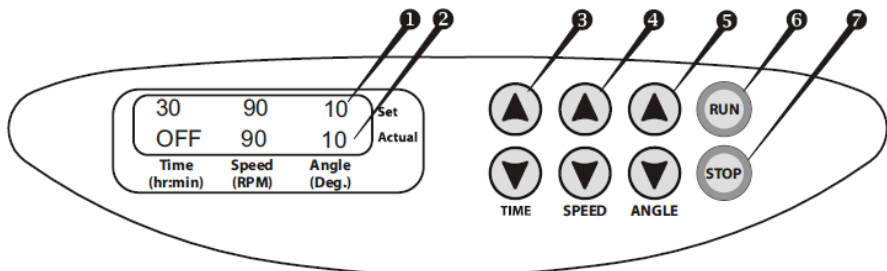

Fig.1. Pannello anteriore
- 4.2. Il display si accenderà e sulla riga in alto compariranno i valori precedentemente impostati relativi a tempo, RPM e angolo di inclinazione (Set, fig.1/1) e, nella riga in basso (Actual fig.1/2), compariranno i valori effettivi degli stessi parametri (0:00 — tempo, indicazione della modalità, STOP/ RUN).
- 4.3. Impostazione del tempo. Utilizzando i tasti ▲ e ▼**TIME** (Fig. 1/3), impostare l'intervallo di tempo operativo desiderato in ore e minuti (incremento di 1 minuto). Per aumentare l'incremento, tenere premuto il tasto per più di 3 secondi.
Nota: Se il tempo di funzionamento non è impostato e l'indicatore del timer segna 0:00, premendo il tasto RUN (Fig. 1/6), l'unità verrà avviata in modalità di funzionamento continuo e l'operazione potrà essere interrotta solo premendo il tasto STOP (Fig. 1/7).
- 4.4. Impostazione della velocità. Utilizzando i tasti ▲ e ▼**SPEED** (Fig. 1/4), impostare l'intensità di agitazione desiderata in oscillazioni al minuto (incremento di 1 oscill/min). Per aumentare l'incremento, tenere premuto il tasto per più di 3 secondi.
- 4.5. Impostazione dell'angolo di inclinazione. Utilizzando i tasti ▲ e ▼**ANGLE** (Fig. 1/5), impostare l'angolo desiderato (incremento di 1°). Per aumentare l'incremento, tenere premuto il tasto per più di 3 secondi.
- 4.7. Premere il tasto **RUN** (Fig. 1/6). La piattaforma comincerà il movimento di agitazione e il timer comincerà a contare l'intervallo di tempo (precisione di 1 minuto).
- 4.8. Se la piattaforma è sovraccaricata, il dispositivo tenterà di riavviare l'operazione per tre volte (indicazione: DRIVER ERROR). Se i tentativi di riavvio non vanno a buon fine, sul display comparirà l'indicazione lampeggiante OVERLOAD accompagnata da un segnale acustico ripetuto finché non verrà premuto il tasto **STOP** (Fig. 1/7). Eliminare la causa del sovraccarico e riavviare l'operazione (vedere p. 4.6).